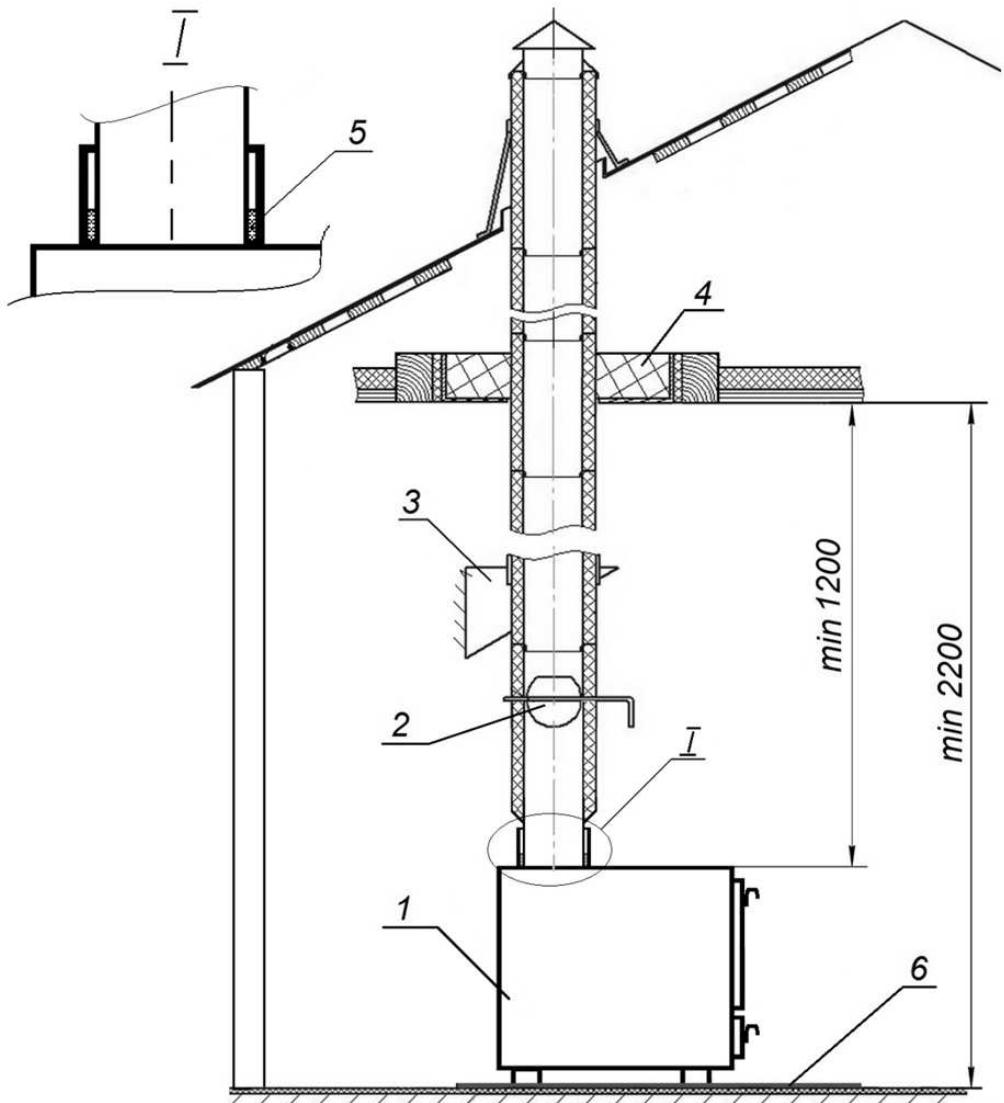

Рисунок 3. Схема монтажа печи и дымовой трубы:
4.6. Печь должна быть разгружена от веса дымовой трубы (поз. 3 на рис. 3).